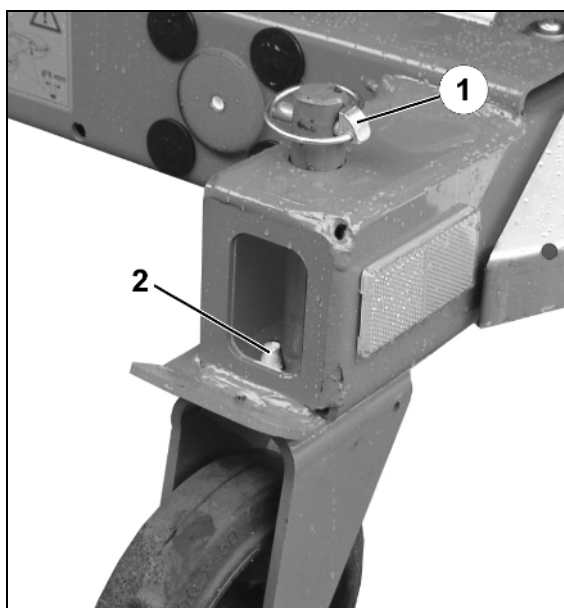

Рис. 28
6. Неподвижное заднее колесо с тормозом (Рис. 28)
- о установите и застопорите пружинным фиксатором (Рис. 28/1),
При монтаже неподвижного колеса обратите внимание на то, чтобы палец (Рис. 28/2) вошел в отверстие рамы и, тем самым, удерживал колесо в продольном направлении.